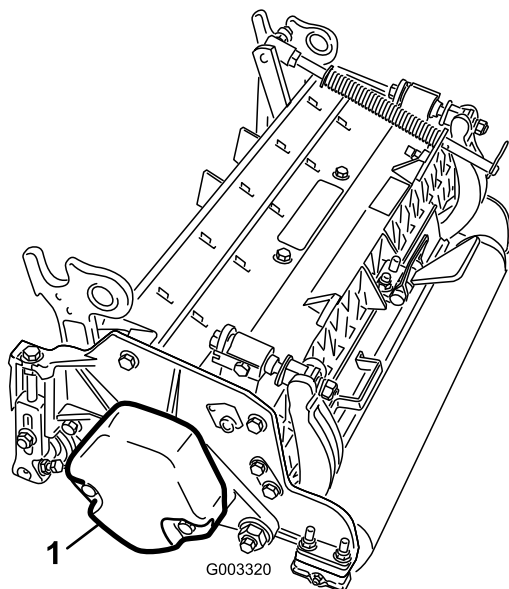

図 15
1. 番、.番、番カッティングユニットでは、カウンタウェイトをカッティングユニットの左側に固定しているキャップスクリュ(2本)を取る。カウンタウェイトを取り外す図 15。